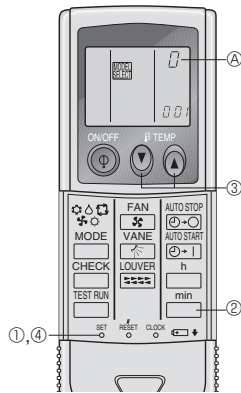

Fig. 6-9
3) Opération de réglage de numéro pair pour la télécommande sans fil infrarouge (Fig. 6-9)
- ① Appuyer sur le bouton SET à l'aide d'un objet pointu. Commencer cette opération lorsque l'écran de la télécommande sans fil infrarouge est éteint.
- ② Appuyer deux fois sans relâcher sur le bouton \square . Le numéro "0" clignote.
- ③ Appuyer sur le bouton temp \uparrow \downarrow pour attribuer le numéro de paires de votre choix.
- ④ Appuyer sur le bouton SET à l'aide d'un objet pointu. Le numéro de paires attribué s'allume pendant trois secondes puis s'éteint.
① Numéro pair de la télécommande sans fil infrarouge	Carte à circuit imprimé intérieure